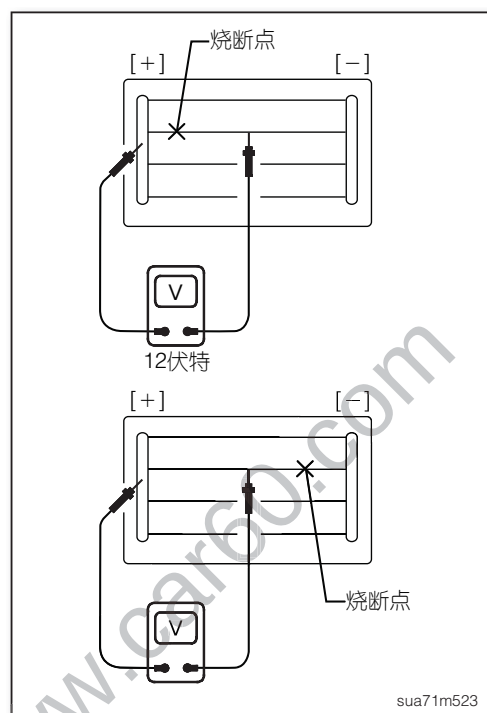

图11
4. 若要找出烧断点，沿加热丝左右移动电路测试器探针。当电路测试器探针通过烧断点时，电表读数会突然跳动(如图11)。